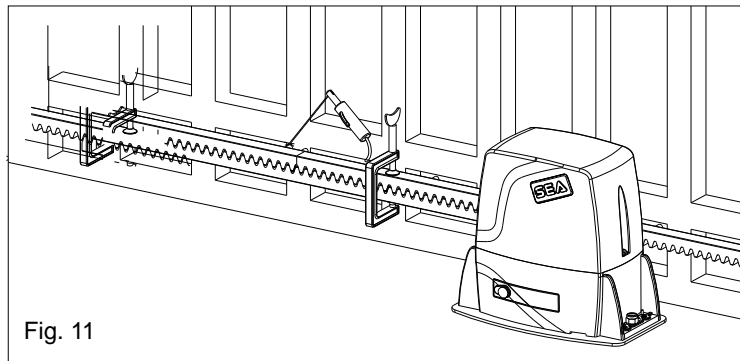

Fig. 11
6.4. S'assurer que tous les éléments de la crémaillère sont parfaitement alignés et positionnés correctement (denture en phase). Il est conseillé d'opposer à deux éléments successifs un troisième comme indiqué dans Fig. 11;